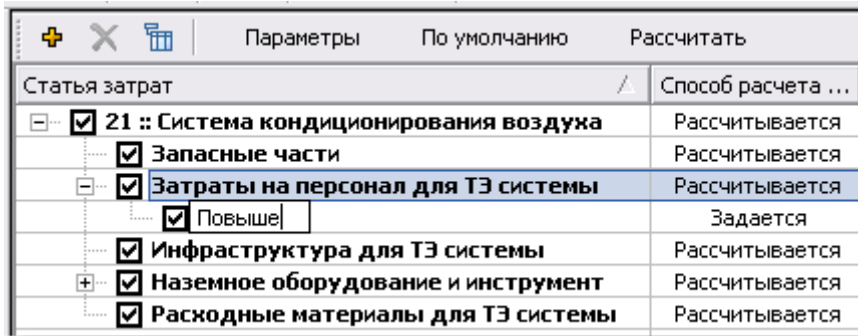

Рис. 8-7
3. В появившейся строке введите название новой статьи затрат (рис. 8-7).